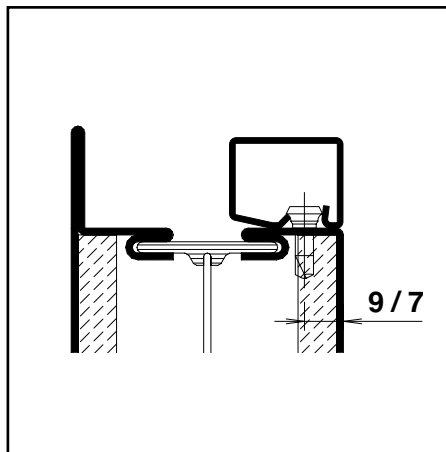

Abb. 8 / Fig. 8 / Fig. 8
**(Abb. 8)**
**(Fig. 8)**
**(fig. 8)**